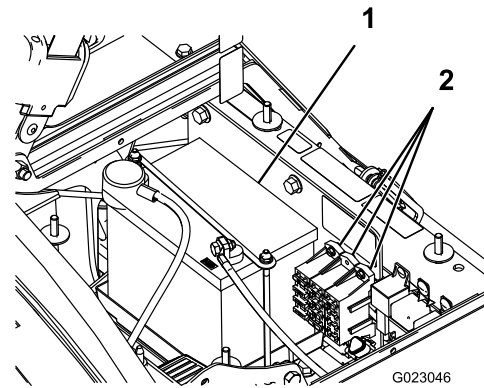

图48
电气系统中有 2 个保险丝模块和 1 个插槽。它们都位于座椅下面（图48）。
2. 电池位于机器右侧泵的后方（图48）。
5. 拆下电池固定装置和紧固件（图48）。
2. 安装电池固定装置，并使用之前拆下的紧固件进行固定（图48）。
4. 安装电池盖，使用 2 个旋钮固定（图48）。
1. 松开电池盒两侧的旋钮，取下电池盖（图48）。